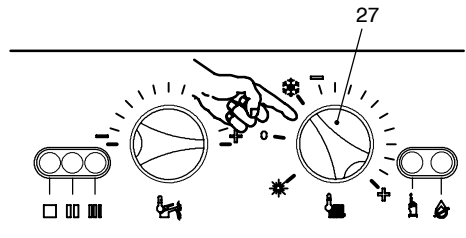

fig. 9.21
- 7 Quindi riposizionarlo in richiesta Riscaldamento/sanitario fig. 9.21